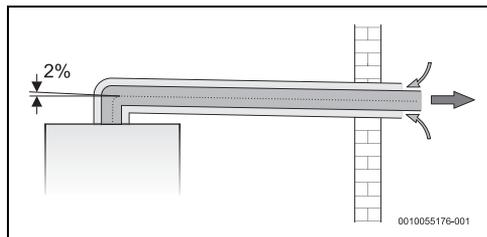

Fig. 24 Instalação Tipo C13
- ter uma pendente negativa (Fig. 24)